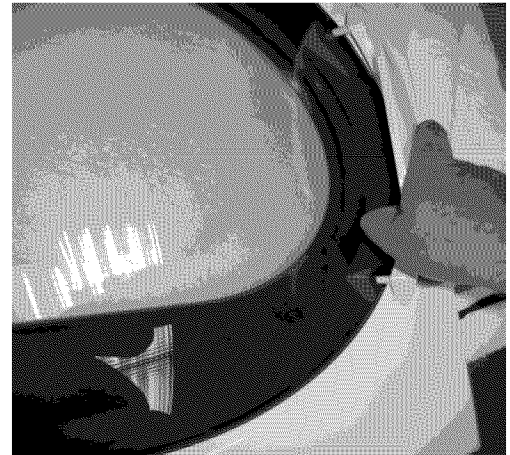

Figure 12
18. Remplacez la poignée de porte en encastrant les protubérances dans les trous de la lentille et de l'anneau de transition. Installez les vis dans les protubérances de la poignée depuis la porte intérieure et serrez (figure 12).
20. Placez les quatre (4) bouchons (retirés à l'étape 1) dans l'ancien emplacement des charnières se trouvant sur le panneau avant de l'ouverture de porte.